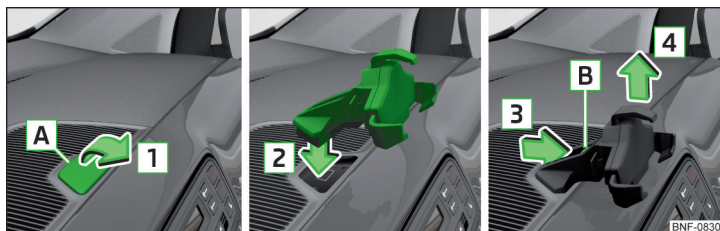

Fig. 78 Aftagning af afdækning / Fastgørelse af adapter / Aftagning af adapter
- Sæt eksempelvis en mønt ind i udskæringen **A**, og klap afdækningen op i pilens retning **1** » Fig. 78.
- Tryk udløserknappen **B** i pilens retning **3**, og tag adapteren af i pilens retning **4** » Fig. 78.